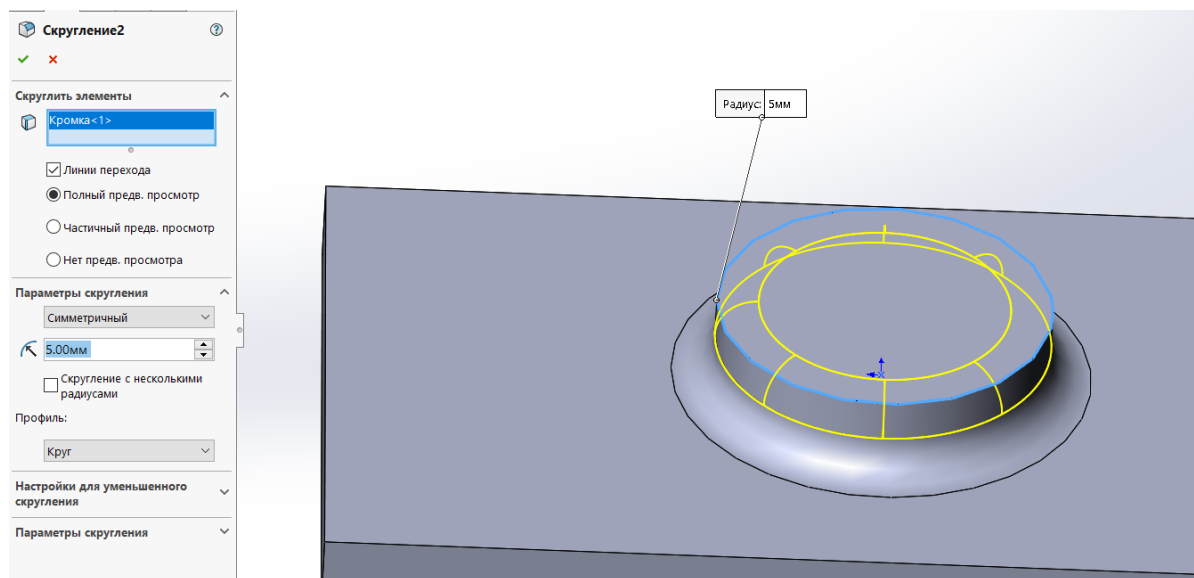

Рисунок 6 – скругление верхней кромки
9. Повторить пункт 8 для верхней кромки (рис. 6).